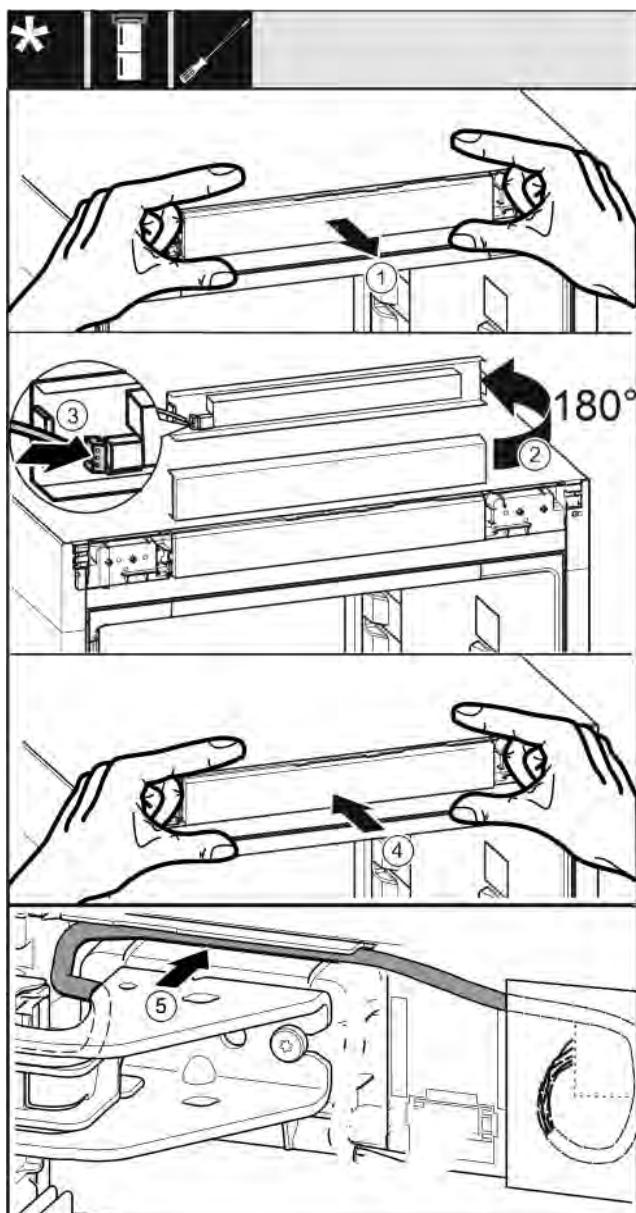

Fig. 34
- Осторожно извлеките фальшпанель. Fig. 34 (1)
- Поверните элемент вверх на 180°. Fig. 34 (2)
- Зафиксируйте штекер на фальшпанели. Fig. 34 (3)
- Снова зафиксируйте фальшпанель на устройстве. Fig. 34 (4)
- Осторожно проложите серый кабель в направляющей над верхним опорным кронштейном. Fig. 34 (5)